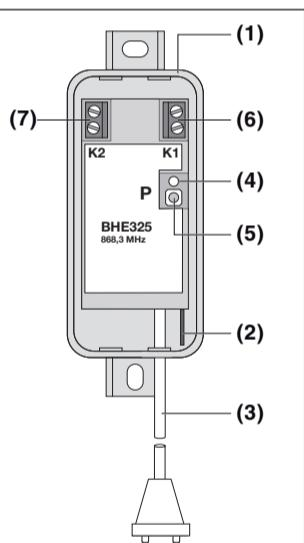

Fig. 2
**2.2 Empfänger BHE325 (Fig. 2)**
**2.2 Receiver BHE325 (Fig. 2)**
**2.2 Récepteur BHE325 (fig. 2)**